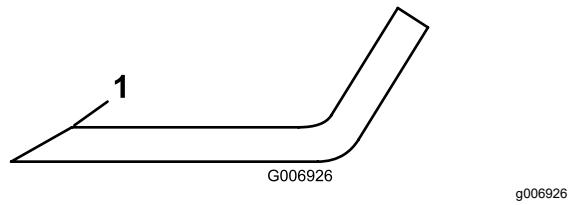

Figura 73
3. Inspeccione los filos de corte de todas las cuchillas. Afílelos si están romos o tienen mellas. Afíle únicamente la parte superior del filo y mantenga el ángulo de corte original para asegurar un filo correcto (Figura 73). La cuchilla permanecerá equilibrada si se retira la misma cantidad de metal de ambos bordes de corte.